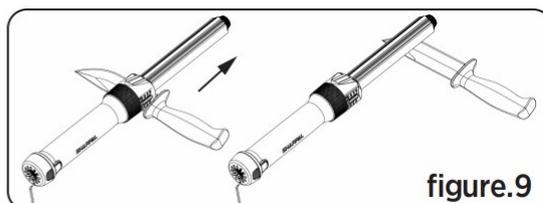

figure.9
- Placez le talon de la lame de couteau opposée contre le guide d'angle opposé. Répétez le mouvement de **POUSSÉE** comme à l'étape 2 (voir la figure 9).